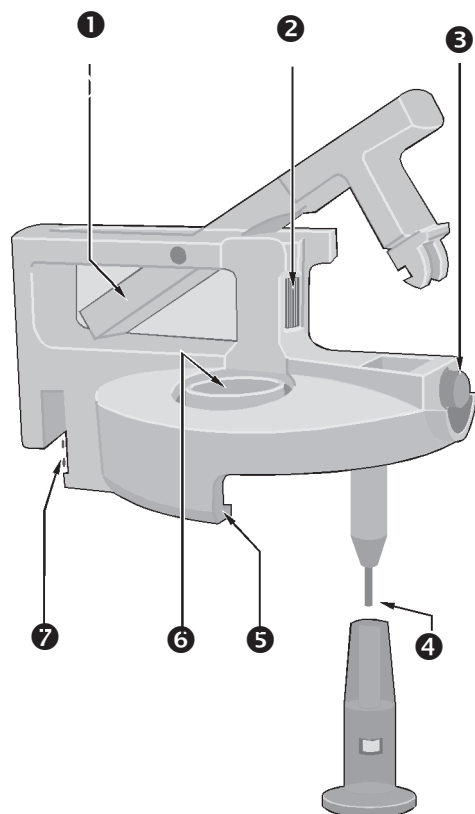
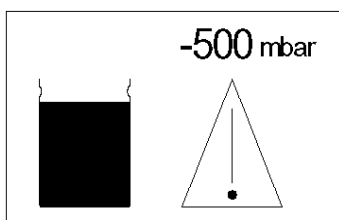

Fig. 3 Sistema de cierre
Fig. 13 Indicación de depósito lleno
El sistema de cierre debe cerrar el depósito de secreciones herméticamente para que se pueda generar el vacío deseado. En la Fig. 3 se muestra el sistema de cierre con la palanca de cierre abierta.
- El sistema de la tapa puede regularse mediante el giro del tornillo (❷, Fig. 3).
El ATMOS S 351 Natal está equipado con un indicador electrónico monitorizado del nivel de llenado, el cual con el modo VE, no afecta al rendimiento de la bomba ni a la disminución de vacío. La señal de alarma de depósito lleno (Fig. 13) aparece en intervalos regulares.
En el modo de aspiración, la bomba se desconecta cuando se alcanza el nivel de llenado máximo, y además de la señal acústica aparece el símbolo de depósito lleno (Fig. 13). El nivel de llenado máximo se alcanza cuando la secreción entra en contacto con el sensor (4, Fig. 3, Pág. 11) en el sistema de cierre. Si se genera mucha espuma, puede colocar el accesorio anti-espuma sobre el sensor, de forma que la unidad no se apague prematuramente. Tan pronto el sensor no está en contacto con el líquido, la unidad se vuelve a poner en marcha.